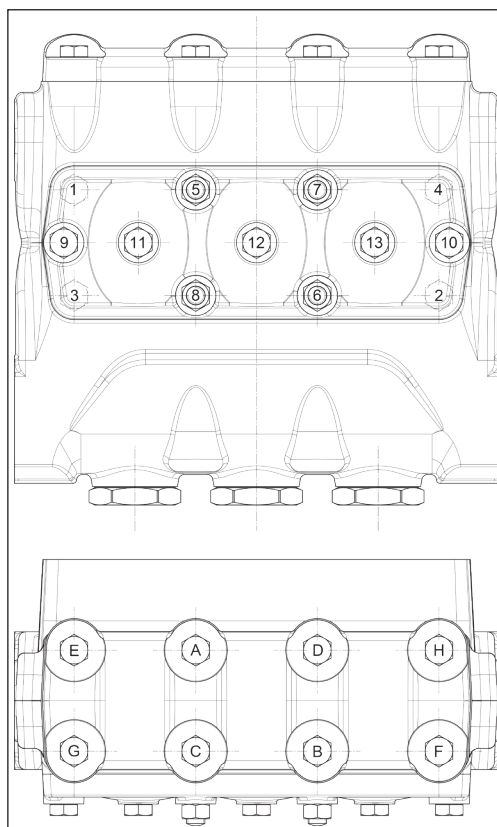

Fig. 137
** Los tornillos y las tuercas de fijación del cabezal y de las tapas se deben apretar utilizando una llave dinamométrica, lubricando el pie roscado respetando el orden contenido en el esquema de la Fig. 137.